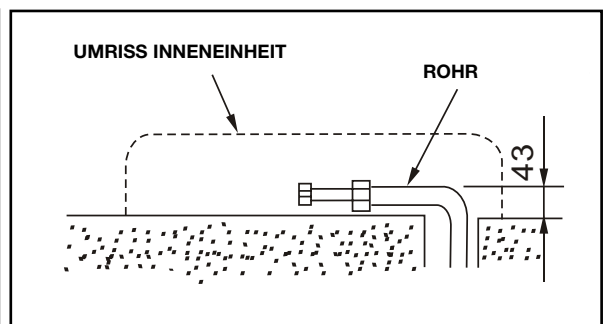

Abb.5
3. Verlegen Sie die Leitung wie auf der Abbildung gezeigt. Biegen Sie das Verbindungsrohr und vergewissern Sie sich, dass es nicht mehr als 43 mm von der Wand entfernt befindet (Abb. 5).